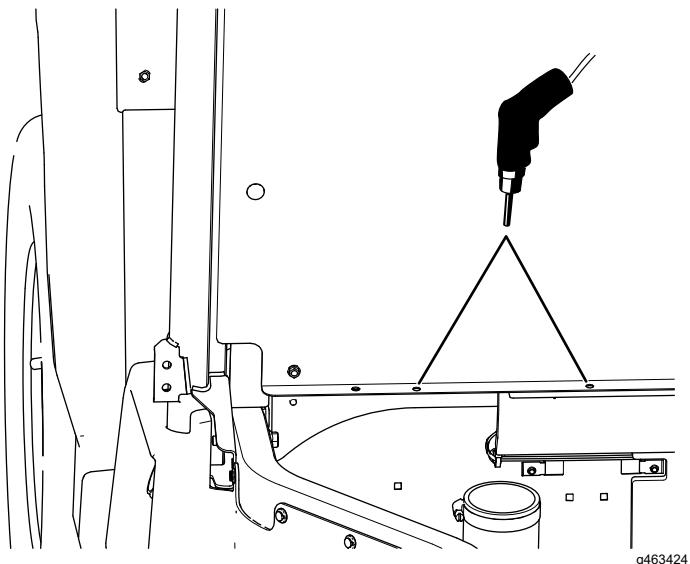

Bild 64
- D. Verschieben Sie die CVT-Ansaughaube und bohren Sie die beiden Löcher (9 mm/11/32") in die Sitzplatte (Bild 64).